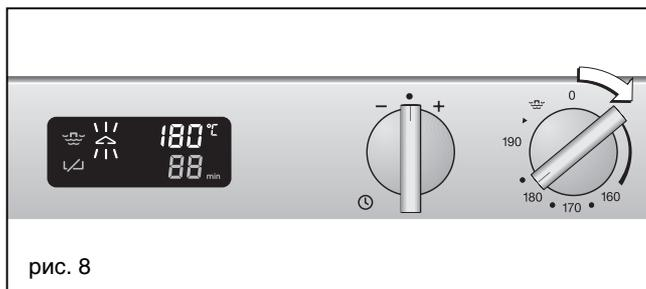

рис. 8
**Включение:** Поверните ручку управления „Температура“ на желаемую температуру. Выбранная температура индицируется на дисплее. В то время, пока прибор нагревается, на дисплее горит символ  $\triangleleft \triangleright$  (Нагрев) (рис. 8).